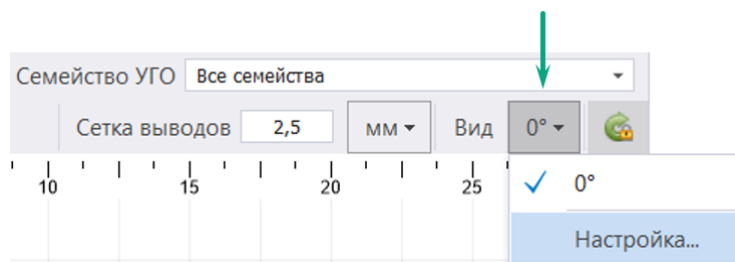

Рис. 153 Настройка типов отображения УГО
3. Выбрать в выпадающем списке «Вид» пункт «Настройка...», Рис. 153.